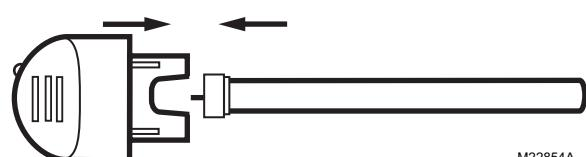

Fig. 19. Reemplace el vidrio de la lámpara en el soporte.
- Inserción del nuevo vidrio de la lámpara en el soporte de la lámpara, alinee la llave y presiónelos para que se unan. Vea la Fig. 19.